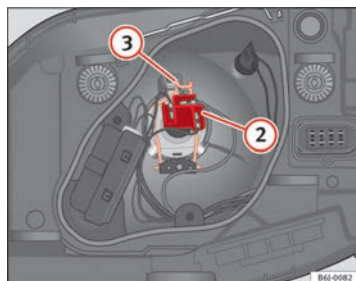

Fig. 154 Luz de cruce/carretera faro simple
- Extraiga el conector ⇒ fig. 154 ② de la lámpara.
- Desenganche el resorte retentor ⇒ fig. 154 ③ presionándolo hacia dentro y a la derecha.